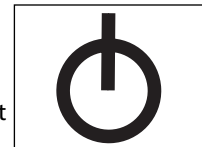

Figure 4 - Icône montrant la position "Off" (Arrêt).
- Ne pas laisser l'appareil sous tension ou sous pression sans supervision. Lorsque l'appareil n'est pas utilisé, le mettre hors tension (voir figure 4) et retirer en tirant la gâchette dans une direction sans danger. Engager ensuite le verrou de la